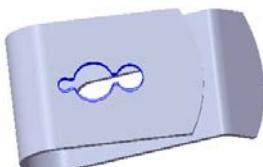
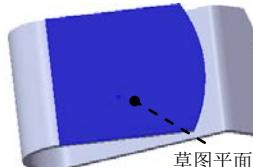

图 7.25 切除一拉伸 2
图 7.26 草图平面
(3) 定义切除深度属性。在“切除一拉伸”对话框的**方向1**区域的下拉列表中选择**成形到下一面**选项，选中**正交切除(N)**复选框。其他选择默认设置值。
(4) 单击 \checkmark 按钮，完成切除一拉伸1的创建。
Step6. 创建图7.25所示的切除一拉伸2。
(1) 选择命令。选择下拉菜单**插入(I)** \rightarrow **切除(C)** \rightarrow **拉伸(E)...**命令。
(2) 定义特征的横断面草图。
① 定义草图平面。选取图7.26所示的模型表面作为草图平面。